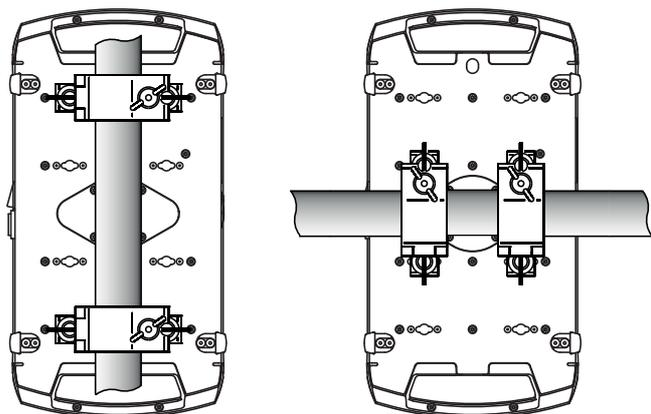

Bild 4: Klemmenpositionen
Der MAC Encore™ Wash kann stehend auf einer ebenen Oberfläche oder in beliebiger Orientierung gehängt werden. Verwenden Sie Halfcoupler (siehe Bild 4) oder andere Klemmen, die vollständig um die tragende Struktur greifen und für das Gewicht des Geräts ausgelegt sind, wenn der Bügel nicht senkrecht nach unten zeigt.
Die Aufnahmen für die Befestigung der Klemmen in der Basis ermöglichen die Befestigung der Klemmen wie in Bild 4 gezeigt.
3. Siehe Bild 4 auf Seite 9. Setzen Sie die Klemme auf zwei passende Montagepunkte in der Basis des Geräts (siehe Bild 4). Führen Sie die Schnellverschlüsse ein und verriegeln Sie die Verschlüsse durch eine 90°-Drehung im Uhrzeigersinn. Installieren Sie die zweite Klemme.